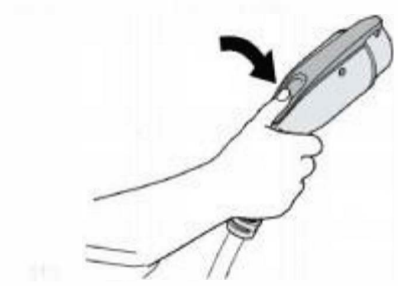

Fig.6-7 Retire el conector de carga.
b) Retire el adaptador de carga como se muestra en la Fig. 6-7.